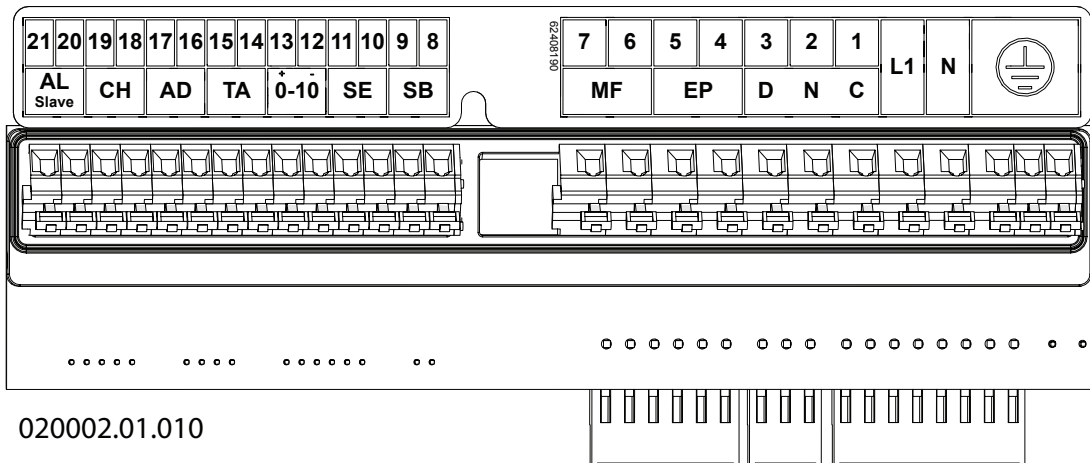

Figure 5-10 - Branchements électriques
#### Légende de la figure 5-10
Pour le branchement du câble d'alimentation électrique, procéder comme ci-dessous (se référer à la Figure 5-10) :
Pour le branchement du câble de la chronocommande, procéder comme ci-dessous (se référer à la Figure 5-10) :
- 3.- Raccorder les 2 cosses du câble aux bornes « 14 » et « 15 » de l'appareil (voir la Figure 5-10 "TA");
- 5.- Raccorder les terminaux « 14 » et « 15 » de la Figure 5-10, une minuterie avec un contact sec qui détermine l'allumage et l'extinction de la recirculation.
Pour le branchement électrique procéder comme ci-dessous (se référer à la Figure 5-10):